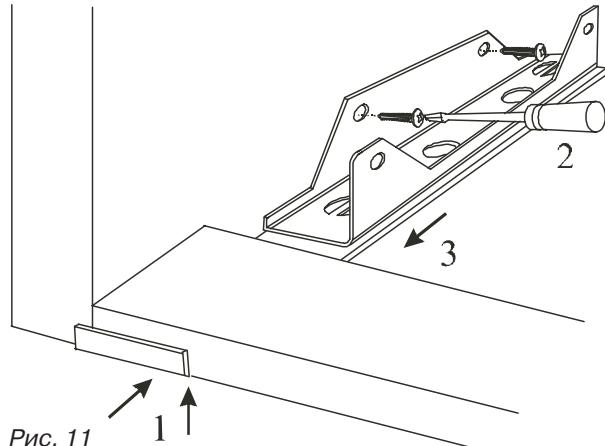

Рис. 11
- 4 Монтажный шаблон прижмите к боковой стенке шкафа и прикрутите держатель, как показано на рис. 11.